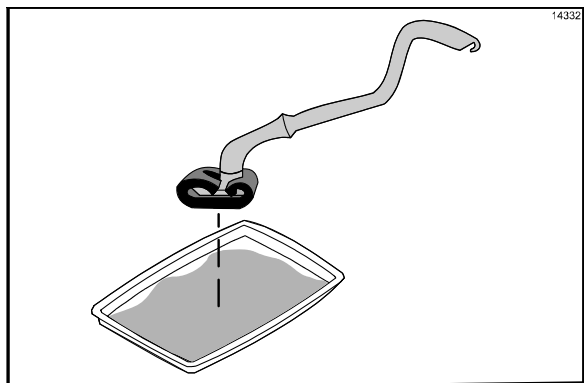

Figure 88
14. Tremper le support de tampon Kay de nettoyage de grill dans le nettoyant (Cf. Figure 88).